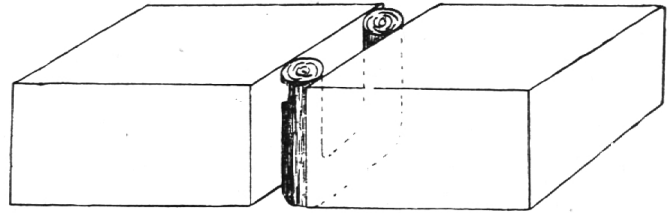

Abb. 9
c) Wiederhole die gleichen Versuche mit dem starken Hufeisenmagneten! Abb. 9.